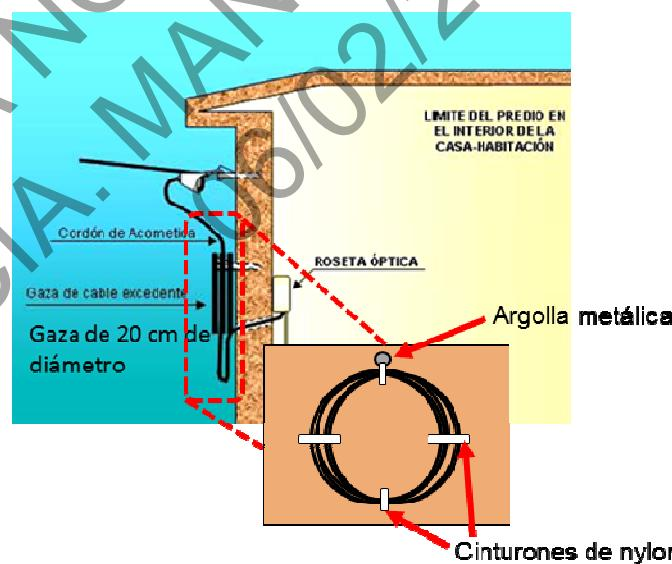

Figura 11. Acomodo de excedente del Cordón de Acometida óptico.
11. Cuando exista excedente del Cordón de Acometida, éste debe dejarse formando una Gaza (con diámetro de 20 cm) y amarrada con cinturones de nylon, en un lugar que no sea muy visible, dentro del límite del predio en el exterior de la casa habitación (azotea, pretil, etc.), sostenido con una argolla y sujetada con cinturones de nylon. Esta ubicación se debe acordar y definir con el usuario, como se muestra en la figura 11.